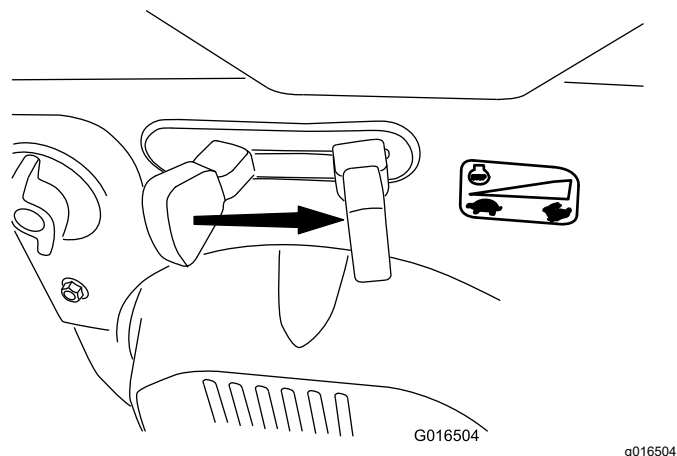

Figure 20
6. Placez la commande d'accélérateur en position HAUT RÉGIME (Figure 20).